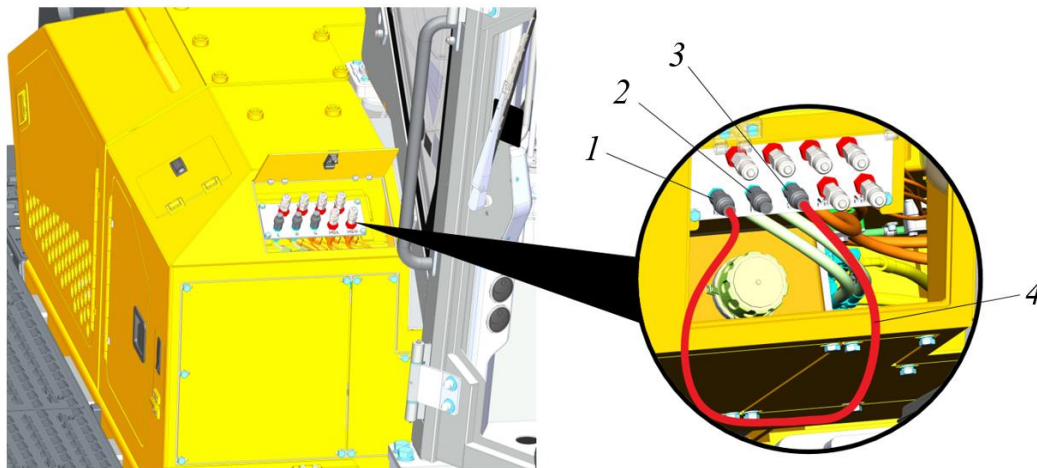

Рисунок 5.145. Подключение промывочной линии
- ▶ Открыть лючок в стенке ящика, см. рис. 5.145.
- ▶ При помощи быстроразъемного соединения (БРС) подключить промывочный рукав 4 одним концом к линии подачи давления 3, другим концом к линии промывки левого редуктора 1, см. рис. 5.145. Рукав промывки входит в комплект поставки ЗИП.
- ▶ Отключить промывочный рукав 4 с линии промывки левого редуктора 1 и подключить его к линии промывки правого редуктора 2, рис. 5.145.